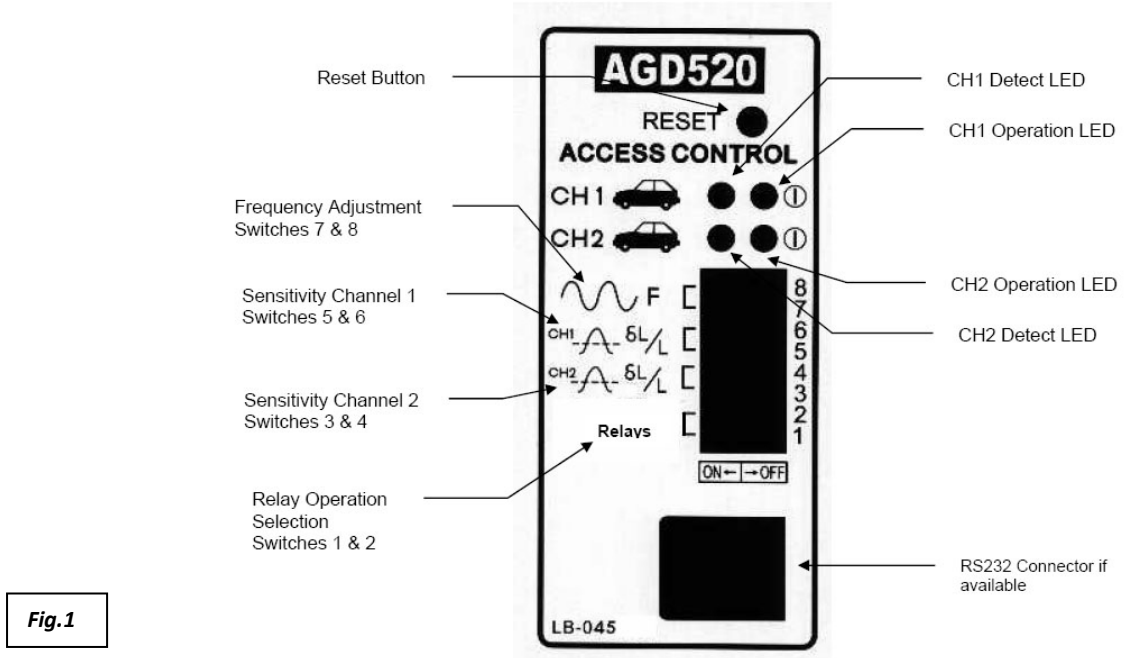

Fig.1
- Para verificar si el detector detecta el vehículo, fijarse en el **CH1 o CH2 detecte LED**. Fig.1.
- Para verificar que el lazo esta activo y conectado al detector fijarse en el **CH1 o CH2 Operation LED**. Fig.1.
- Pulsar el Pulsador reset después de cada cambio en la configuración del detector o para eliminar el evento de FALLO. **Reset Button**. Fig.1